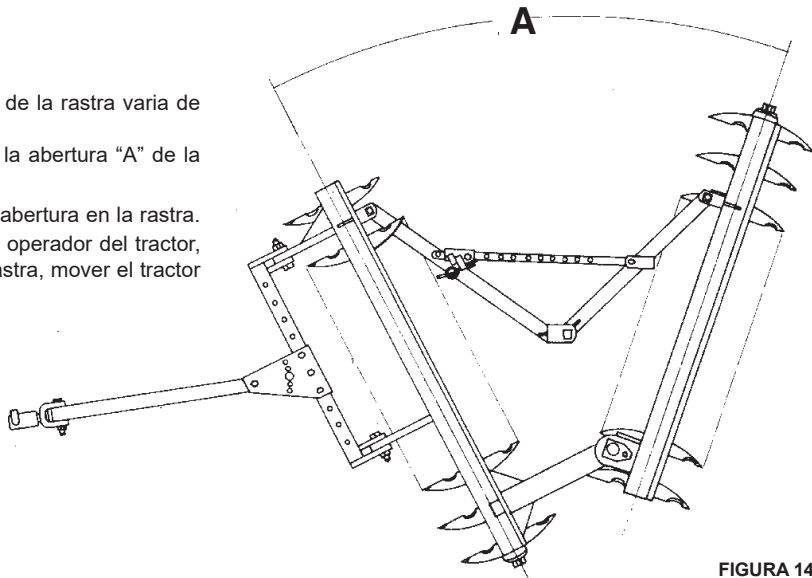

FIGURA 14
- 2 - En los terrenos de mayor dificultad de penetración aumentar la abertura "A" de la rastra, conforme **figura 14**.